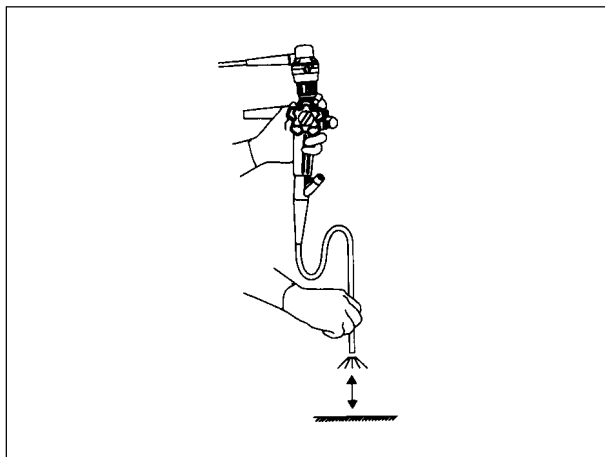

Рис. 4.11.
2. Направьте дистальный конец эндоскопа на какой-либо объект и изменяйте расстояние между дистальным концом эндоскопа и объектом от 5 до 60 мм (см. рис. 4.11). Убедитесь, что яркость излучаемого света изменяется при изменении расстояния от дистального конца эндоскопа до объекта.